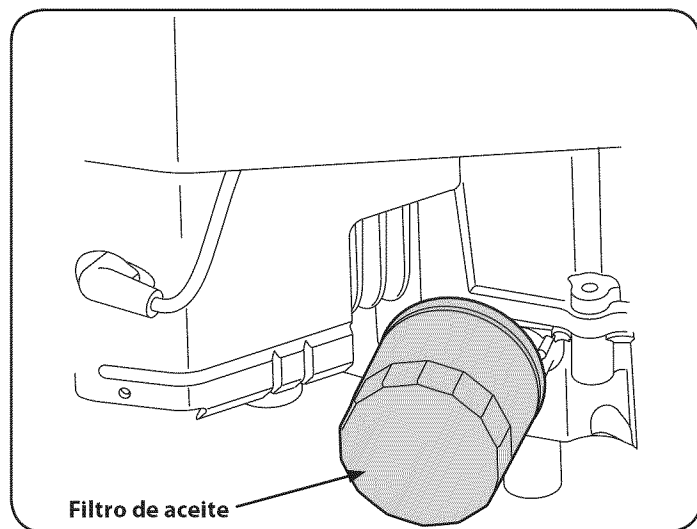

Figura 24
6. Limpie el área alrededor del filtro de aceite. Coloque un recipiente debajo del filtro para recoger cualquier aceite que se derrame y retire el filtro. Vea la Figura 24.